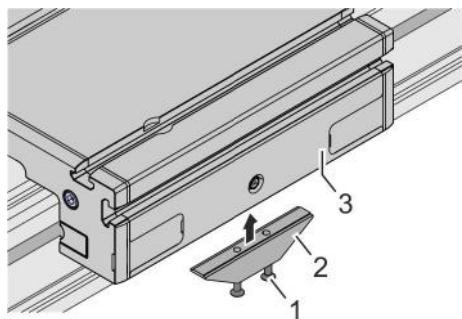

Abb. 34: Betätiger montieren
1. ► Betätiger (Abb. 34/2) in Höhe der Bohrungen unterhalb des Führungsschlittens (Abb. 34/3) aufsetzen.
2. ► 2 Schrauben (Abb. 34/1) festziehen: